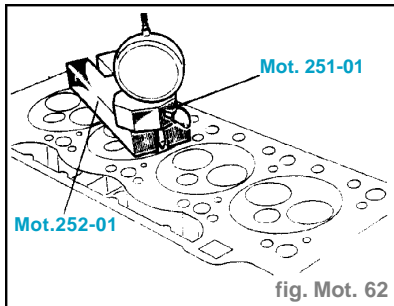

fig. Mot. 62
- Mettre en place les soupapes et vérifier avec les outils Mot.251-01 et Mot.252-01, le retrait de celles-ci par rapport au plan de joint (fig. Mot. 62).